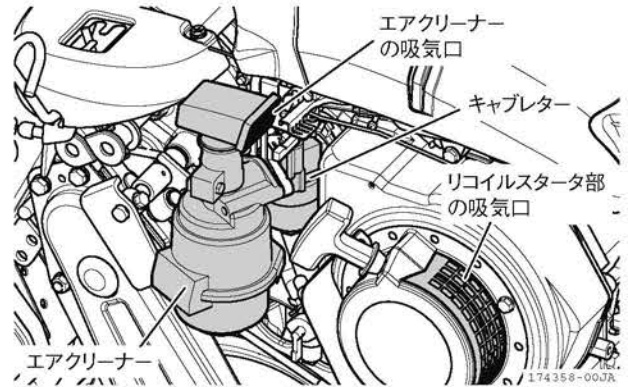

図 4-2 お手入れのしかた
- 水洗いをするときは、エアクリーナーの吸気口やキャブレターに水が入らないようにしてください。(図 4-2)
- リコイルスタータ部の吸気口に付いたごみは、きれいに掃除してください。エンジンの出力低下や破損の原因となります。(図 4-2)